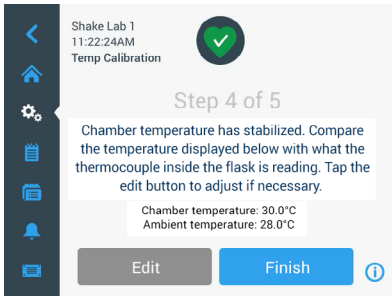

Figura 116: Calibrazione: Camera stabilizzata con successo alla temperatura di calibrazione
Le condizioni stabili sono indicate dal messaggio **La temperatura nella camera si è stabilizzata**, come illustrato nella Figura 116 in basso.
- » Appena viene visualizzata la schermata illustrata nella Figura 116, confrontare a intervalli regolari la temperatura rilevata dalla termocoppia. Se ritenete che la temperatura sia stabile si può o toccare il pulsante **Modifica** per correggere la temperatura oppure toccare il pulsante **Fine** per terminare il processo di calibrazione.